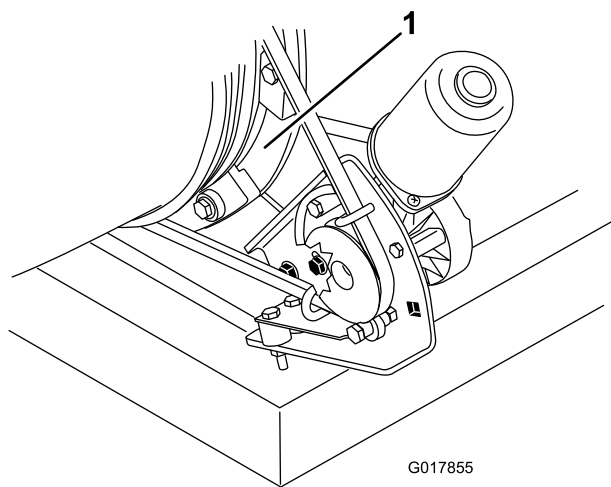

Figura 49
2. Eliminai orice depunere de iarbă, murdărie sau reziduuri din jurul sau între ghidajele duzei (Figura 49).